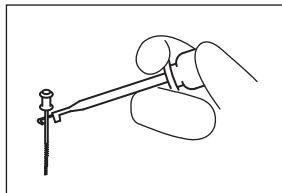

Рис. 13
- 3) Вставьте металлический стержень файла в корневой канал при помощи зажима файла (Рис. 13).